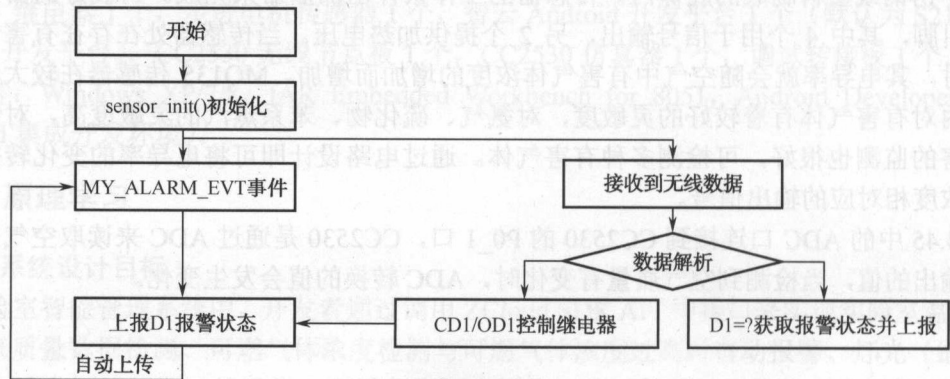

图 4.46 声光报警传感器驱动开发流程
(2) 传感器驱动程序开发。可燃气体传感器、空气质量传感器、步进电机传感器、温湿度传感器、继电器的驱动开发参考前面章节，声光报警传感器的驱动开发流程如图 4.46 所示。